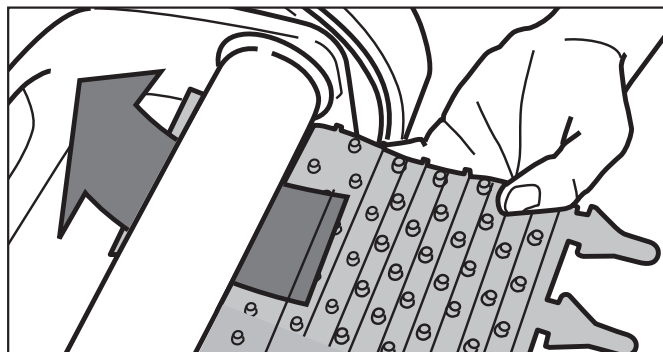

Figure 21. Posicionar el nuevo cepillo en el rodillo
2. Posicione el nuevo cepillo debajo del rodillo con las puntas hacia abajo (Figure 21).